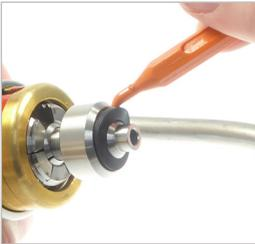

Abbildung 10
- ▶ Untergraben Sie die Frontdichtung (Pos. 7) mit dem WEH® O-Ring-Picker Art. Nr. E98-101969 und entnehmen Sie ihn aus dem Einstich (*Abbildung 10*).